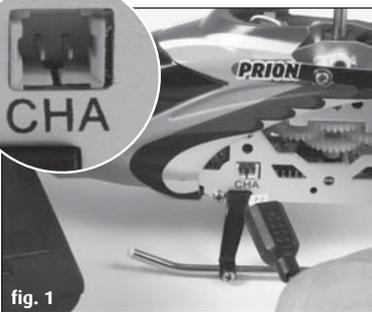

fig. 1
- Sæt forsigtigt ladekablets stik i helikopters ladebøsning (fig. 1). Stikket skal kunne sættes let i ladebøsningen – BRUG IKKE VOLD. Bliver stikket ikke sat rigtigt i ladebøsningen, kan helikopteren tage skade og der kan eventuelt være fare for tilskadekomst.